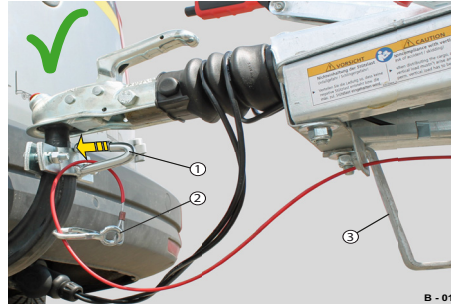
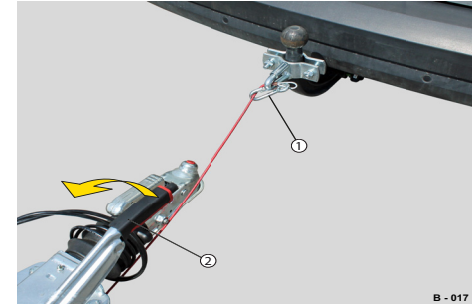

Abb. 15 Abreißseil, gesichert
Abb. 16 Anhänger, abgekoppelt
- ▶ Prüfen, dass der Federhaken (Abb. 15/2) geschlossen ist.
Falls sich der Anhänger während der Fahrt abkoppelt, wird dieser durch das Anziehen der Handbremse (Abb. 16/2) mittels Abreißseil (Abb. 16/1) gebremst, dass der Anhänger nicht unkontrolliert wegrollen kann. Das Abreißseil reißt ab, die Bremse wird betätigt, der Anhänger stützt sich auf dem Abstützbügel (Abb. 15/3) ab und kommt zum Stehen.